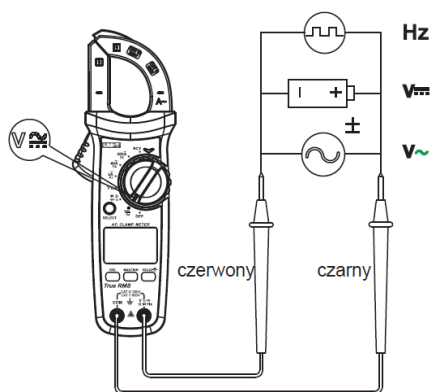

Fig. 3
2. Măsurarea tensiunii DC / AC (vezi fig. 3)